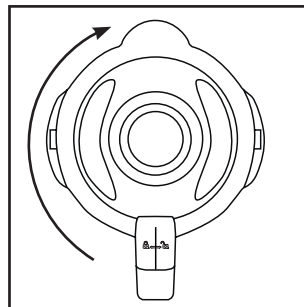

Abb.2
- 4) Drücken Sie den Deckel **2** versetzt wieder fest auf den Mixaufsatz **3** auf. Schließen Sie den Deckel **2**, indem Sie ihn im Uhrzeigersinn in die Position ◀ drehen, bis er hörbar einrastet (siehe Abb. 2). Achten Sie darauf, dass die Ausgießnase am Mixaufsatz **3** verschlossen ist. Nur wenn der Deckel **2** bündig aufgesetzt ist, kann der Motor starten.